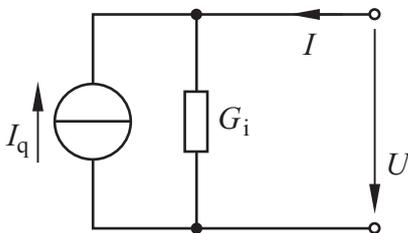

Bild 2.26 Ersatzschaltung der linearen Quelle: lineare Stromquelle
- a) Bezugspfeile für I bzw. U nach Bild 2.26 bzw. 2.27